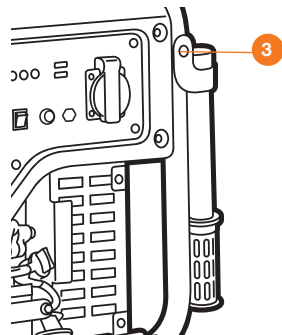

Рис. 4
- Присоедините рукоятки на раму генератора и зафиксируйте болтом и гайкой **3** (Рис.4).